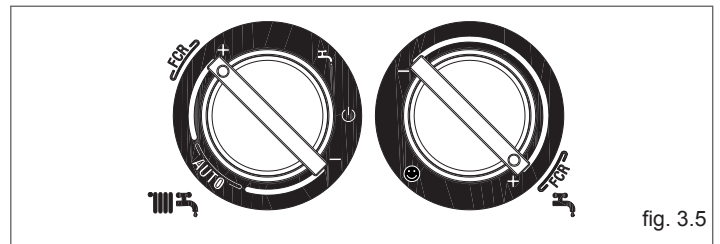

fig. 3.5
- posizionare i selettori di regolazione temperatura acqua riscaldamento e temperatura acqua sanitaria nell'apposita zona indicata con FCR (formazione condensa ridotta) (fig.3.5). Più il selettore si avvicina al valore massimo impostabile, minore è la produzione di condensa.